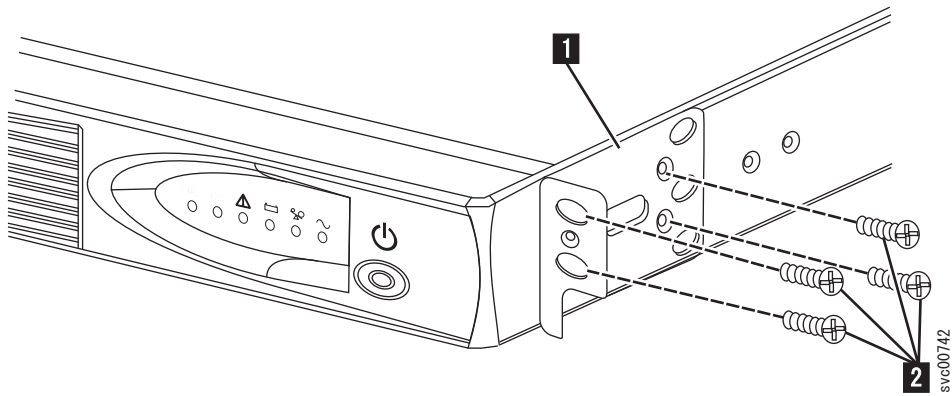

図 315. 2145 UPS-1U 用の UPS 取り付け金具の取り付け
2. 2145 UPS-1U の各側面で、提供された 4 個の M3 × 6 ねじ (350 ページの図 315 の **2**) を使用して、取り付け金具の長い方の端を 2145 UPS-1U に取り付けます。